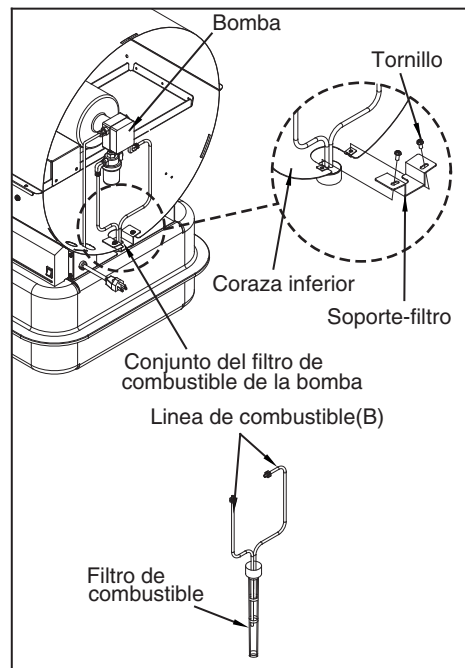

Figura 13. Desmontaje del Filtro de Combustible del Tanque
- Desconecte la línea de combustible (B) de la bomba y del conjunto del filtro de combustible de la bomba usando una llave de 3/8 pulg. (consulte la Figura 13).
- Conecte la línea de combustible (B) en la bomba y en el conjunto del filtro de combustible de la bomba.